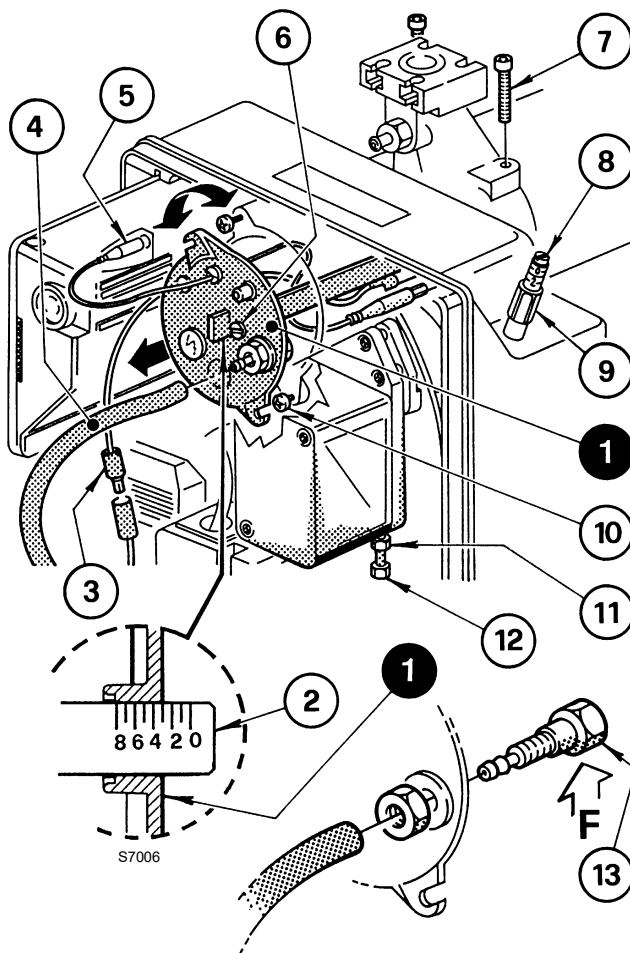

Fig. 12
Si esegue ruotando in senso orario o antiorario la vite di regolazione 6 (Fig. 12) fino a che la tacca incisa sulla staffa di regolazione 2) coincide con il piano esterno del gruppo testa 1).
Nel diagramma di Fig. 12, la testa è regolata per una portata di circa 230 kW. La tacca 4 della staffa di regolazione coincide con il piano esterno del gruppo testa come indicato sul diagramma.
- ▶ sconnettere i collegamenti 3) e 5) (Fig. 12);
- ▶ sfilare il tubetto 4) e allentare le viti 10) (Fig. 12);
- ▶ svitare e togliere le viti 7), estrarre il gruppo porta testa 1) (Fig. 12) apportando una lieve rotazione verso destra.
Si raccomanda di non alterare la posizione di regolazione staffa-gomito 2) (Fig. 12) nella fase di smontaggio.
Rimontare con procedura inversa a quanto sopra descritto, riposizionando il gruppo testa 1) (Fig. 12) come in origine.
Avvitare le viti 7) (Fig. 12), senza bloccarle fino a battuta. Bloccarle con una coppia di serraggio di 3 - 4 Nm.
Qualora accidentalmente si allentasse la presa di pressione 13) (Fig. 12) si raccomanda il corretto fissaggio assicurandosi che il foro (F) posto nella parte interna del gruppo testa 1) (Fig. 12) sia rivolto verso il basso.